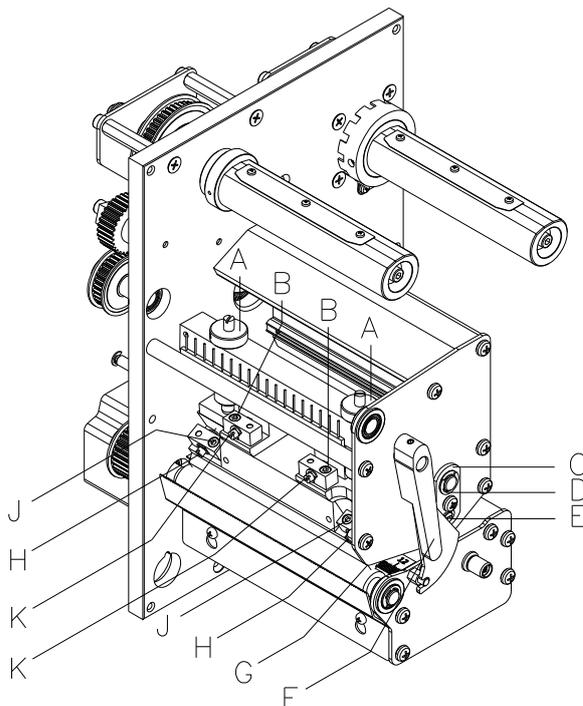

Figure 12
Après avoir régler le parallélisme s'il n'y a pas de pression régulière sur la largeur d'impression complète on peut cela régler à l'aide d'une plaque réglage (C, Figure 12) comme suivant:
1. Desserrer la vis (D, Figure 12) avec un tournevis environ $\frac{1}{4}$ tours.
2. Tourner l'axe excentrique (E, Figure 12) pour régler la pression et ajuster la tête d'impression jusqu'à l'impression test est correcte et a une bonne qualité.
3. Serrer encore la vis (D, Figure 12).
1. Tourner les vis (A, Figure 12) pour modifier la pression de la tête d'impression.
2. Tourner les vis (A, Figure 12) en sens des aiguilles d'une montre jusqu'à la fin ça résulte en une augmentation de la pression de 10N à l'égard du réglage d'usine.
3. Tourner les vis (A, Figure 12) exactement une rotation de la fin droite en sens inverse des aiguilles d'une montre cela résulte au réglage d'usine.